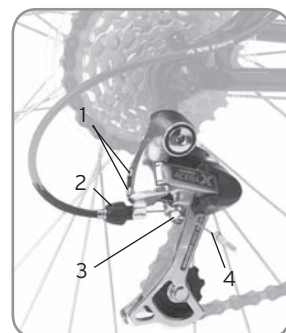

Figura 22. Desviador traseiro
2. Desaperte o parafuso de fixação (Figura 22) até o cabo ficar solto.